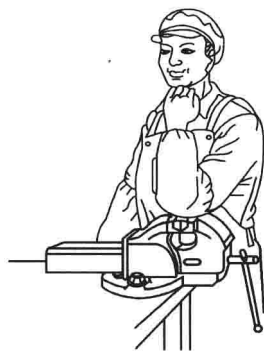

图 1-2 台虎钳的高度
- 5) 在钳工工作台上安装台虎钳时, 钳口高度应以恰好齐人的臂肘为宜, 如图 1-2 所示。